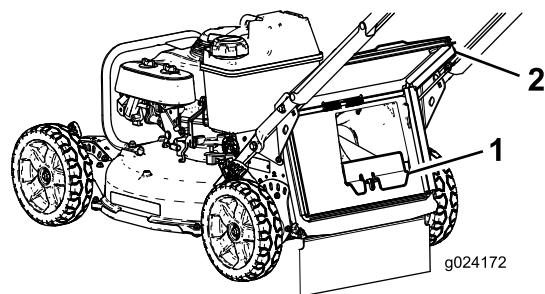

Figure 21
- Si l'obturateur de goulotte arrière n'est pas en place, saisissez-le par la poignée, soulevez le volet arrière, et insérez-le dans la goulotte arrière jusqu'à ce que le verrou s'enclenche; voir Figure 21.
1. Volet arrière 3. Cran (2)
2. Extrémité de la tige du bac (2)
3. Retirez l'obturateur d'éjection arrière en appuyant sur le verrou avec le pouce et en tirant l'obturateur hors de la machine (Figure 21).